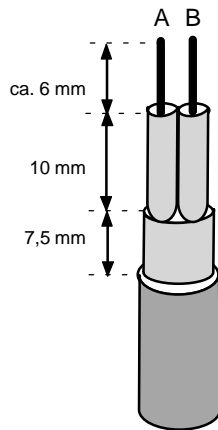

Bild 4-25 Konfektionierung der Leitungsenden für die Montage des Busanschlußsteckers mit axialem Kabelabgang
- Isolieren Sie die beiden Leitungsenden gemäß Bild 4-25 mit dem FastConnect Stripping Tool (Maßtabelle siehe Rückseite des Werkzeugs) ab.